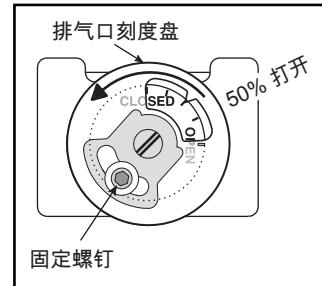

图 4.3. 手动燃气蝶阀开 50%
- 3. 设置每个燃烧器的手动燃气蝶阀，使其处于 50% 打开的位置。参见图 4.3。如果用的是可调节的孔板阀，设置到 5，从底算一圈是 360°。